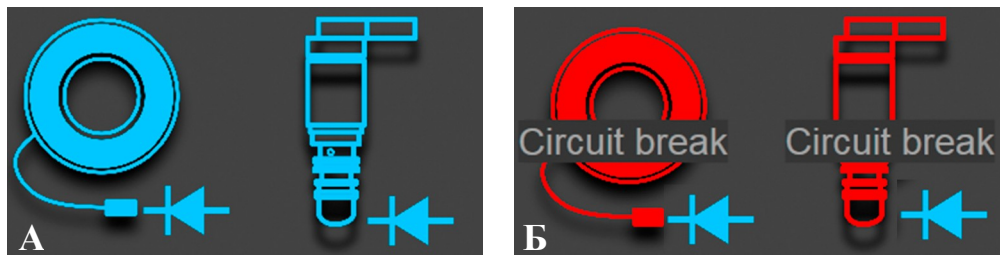

Рисунок 28. Результаты диагностики электромагнитной муфты и/или клапана:
6.1. Проверьте работоспособность электромагнитной муфты и/или клапана. Для этого нажмите на кнопку «Clutch Valve test» на экране главного меню. На экране отобразится результат диагностики в графическом виде (рис. 28). Цвет проверяемого элемента изменится на синий, если элемент исправен, и красный – найдена неисправность. Дополнительно на экране будет отображен вид обнаруженной неисправности: короткое замыкание «Short circuit» или обрыв цепи «Circuit break». Также рядом с изображением проверяемого элемента будет отображён значок диода при его наличии.